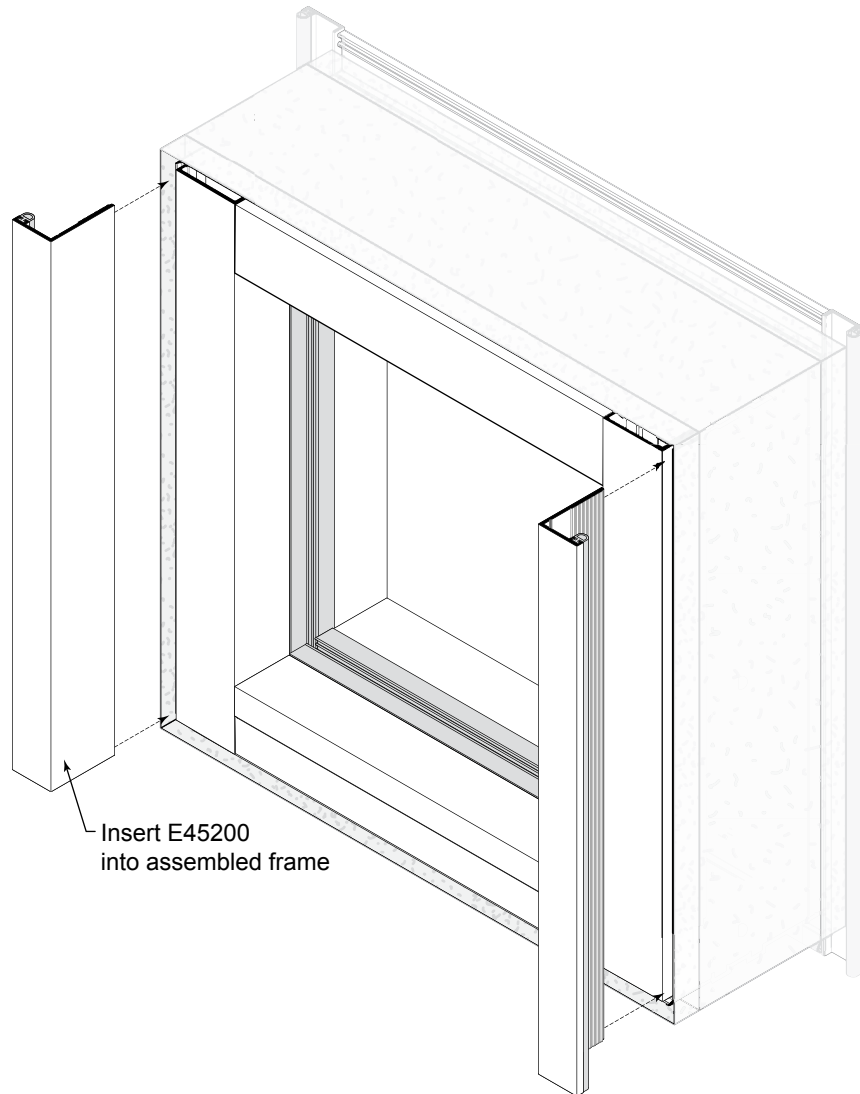
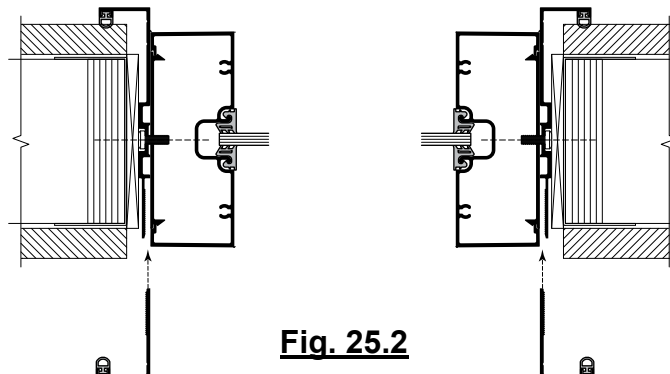

Fig. 25.1
Fig. 25.2
- A. Insert E45200 into E45201. **SEE Fig. 25.1 & Fig. 25.2**